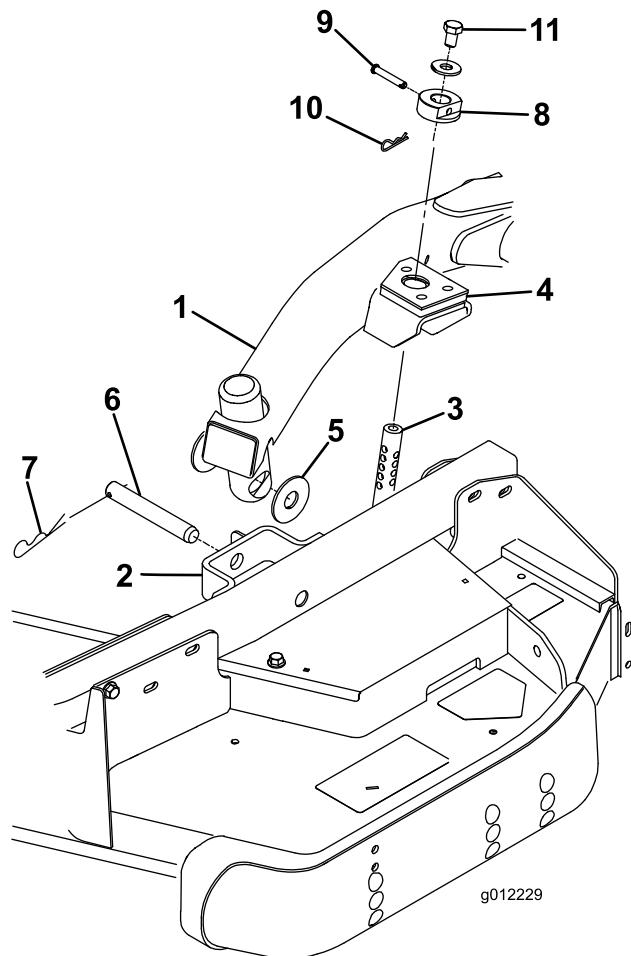

図 4
2. 昇降レバーをフロート位置とする。昇降アームを押し下げて、昇降アームについている穴とキャスタアームブラケットについている穴を整列させ、昇降アームのパッドに刈高ロッドを挿入できるようにする(図 4)
3. スラストワッシャ 2 枚、クレビスピンドル、ヘアピンコッターを使って、昇降アームをキャスタアームに固定する。スラストワッシャは昇降アームとキャスタアームブラケットの間に入れる(図 4)コッターピンを、キャスタアームタブのスロットに差し込んで固定する。
7. 刈高ロッドに刈高カラーを取り付け、クレビスピンドルとヘアピンコッターで固定する(図 4)できれば、クレビスピンドルの頭をデッキの前に向けておく。
8. 刈高ロッドのそれぞれの上部に、ボルト $1/2 \times 3/4$ インチとワッシャを取りつける図 4。